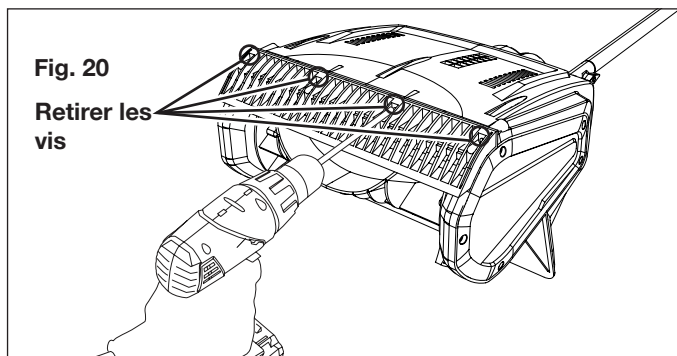

Fig. 20
1. Retournez la pelle à neige. À l'aide d'un tournevis électrique, retirez les quatre (4) vis qui attachent la lame de raclage à la base de la machine (Fig. 20).